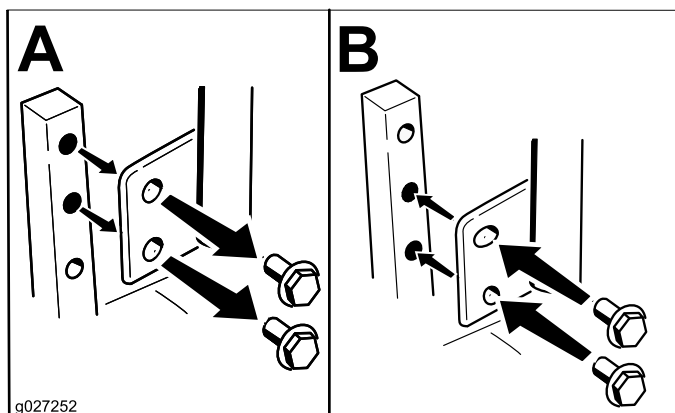

Figura 19
Pode ajustar as alavancas de controlo de movimento mais para cima ou mais para baixo para um maior conforto do operador (Figura 19).
2. Desaperte o parafuso inferior o suficiente para rodar a alavanca de controlo para a frente ou para trás (Figura 19).